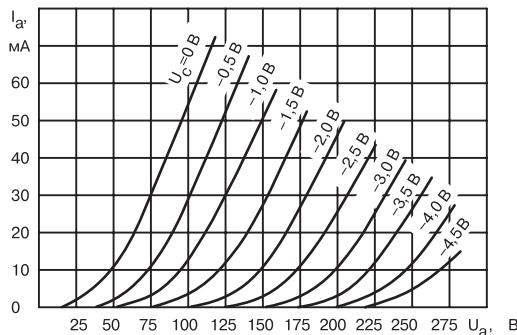

Рис. 5.2. Анондые характеристики триода 6С45П
**Вольтамперные характеристики лампы 6С45П** приведены на рис. 5.2.
Разумеется, данный метод не обеспечивает большой точности, т. к. велика погрешность измерений, а ВАХ реального триода может существенно отличаться от приведенной на рис. 5.2 усредненной характеристики.